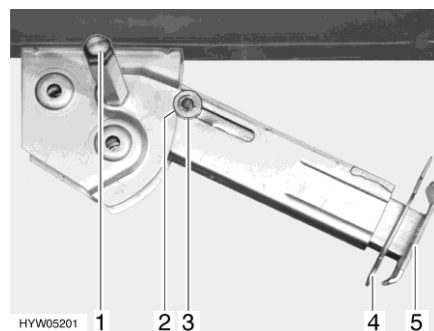

Fig. 43 Vérin stabilisateur
- Placer la clé à pipe sur l'écrou à six pans (Fig. 43,1) et tourner jusqu'à ce que le vérin stabilisateur soit en position verticale vers le bas.
- Retirer la goupille (Fig. 43,4) de la rallonge du pied d'appui (Fig. 43,5).
- Placer la clé à pipe sur l'écrou à six pans (Fig. 43,1) et tourner jusqu'à ce que le vérin stabilisateur se dégage du sol.
- Rentrer complètement la rallonge du pied d'appui (Fig. 43,5) et insérer la goupille (Fig. 43,4) dans le trou prévu à cet effet.
- Tourner la clé à pipe sur l'écrou à six pans (Fig. 43,1) jusqu'à ce que le vérin stabilisateur ait pivoté vers le haut et le disque de guidage (Fig. 43,3) soit complètement rentré dans l'encoche (Fig. 43,2).